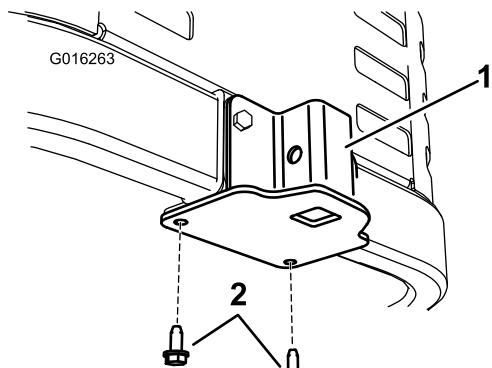

Figura 4
- 2. Assicurate la staffa di supporto alla parte inferiore del telaio della macchina con due viti autofilettanti (5/16 x 3/4 pollice), montate da sotto come illustrato nella Figura 4.